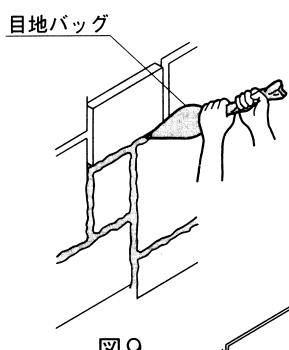

図9
- ② 目地バッグに口金を入れ、中に目地モルタルをつめてください。
- ③ 割石と割石の間(目地)に目地バッグを用いて目地モルタルを充填してください。(図9参照)